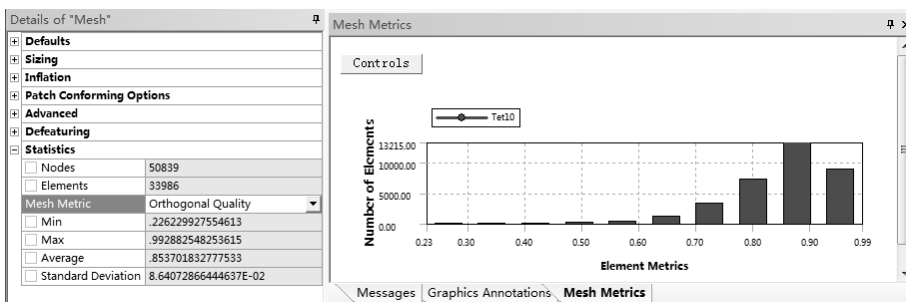

图 3-70 Orthogonal Quality (正交质量) 图表
(8) Orthogonal Quality (正交质量) 在【Mesh Metric】下拉列表中选择【Orthogonal Quality】，在信息栏中出现【Mesh Metrics】窗口，显示网格质量划分图表，如图 3-70 所示。图中横坐标显示正交质量值，纵坐标显示的是网格数量，网格数量与矩形条的高度成正比。